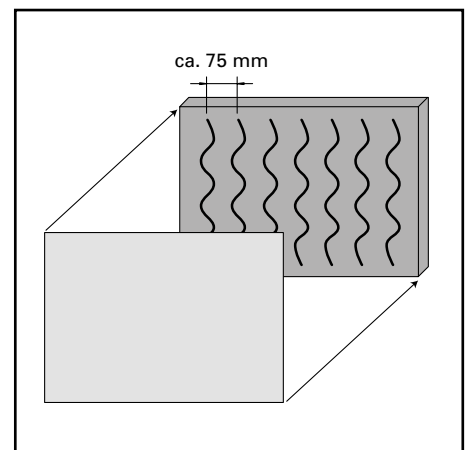

Abb. 9 / Fig. 9 / Fig. 9
**Panel aus Gipskartonplatte mit Stahlblech (Abb. 9)**
**Panneaux en placopâtre avec tôle d'acier (Fig. 9)**
**Plasterboard panel with metal sheet (fig. 9)**